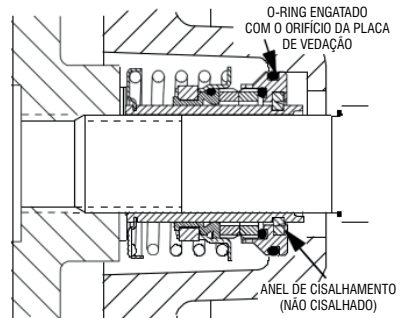

Figura E-5. Selo parcialmente instalado
Limpe e inspeccione o rotor conforme descrito em Instalação e ajuste do rotor. Instale o conjunto completo de calços do rotor (48) fornecidos com o selo e aparafuse o rotor no eixo até que ele se assente contra a vedação (Consulte a Figura E-5).